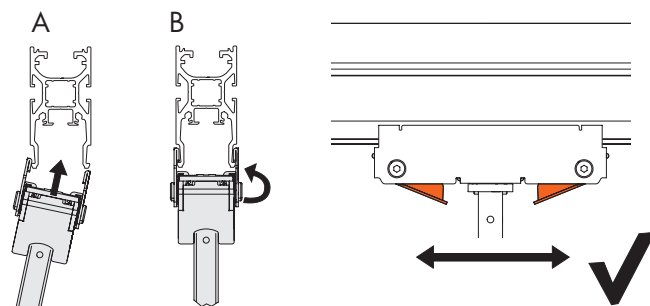

Fig. 27: Eihängen und verschieben
3. Den Eihängeadapter leicht schräg in die Multi-Lane Deckenschiene führen (Fig. 27/A) und gerade drehen (Fig. 27/B).